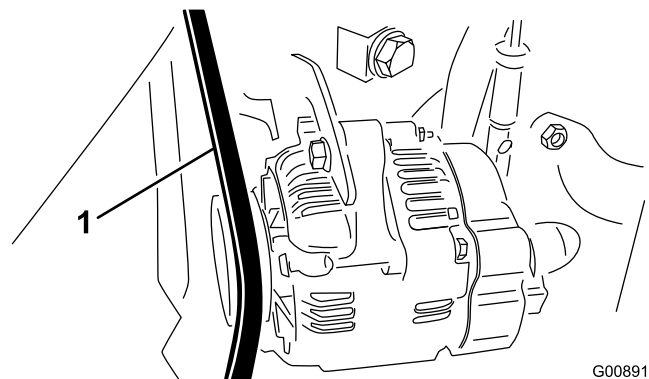

Figura 66
2. Verifique a pressão calcando a correia até ficar entre o alternador/ventoinha e as polias da alavanca do cárter, utilizando uma força de 10 kg (30 Nm) (Figura 66).